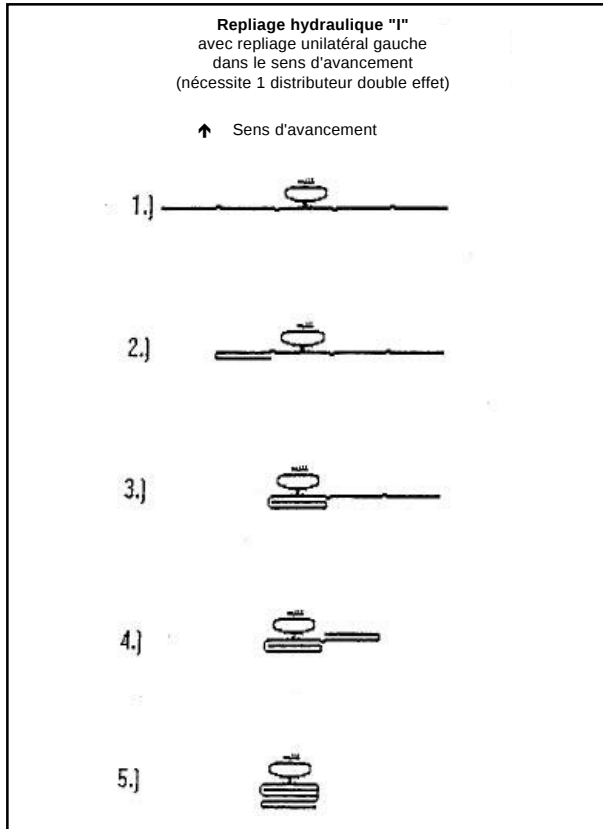

Fig. 10.4
1. **Versión "I"**, avec repliage unilatéral côté gauche dans le sens d'avancement (fig. 10.4) (nécessite un distributeur simple effet et un distributeur double effet sur le tracteur).